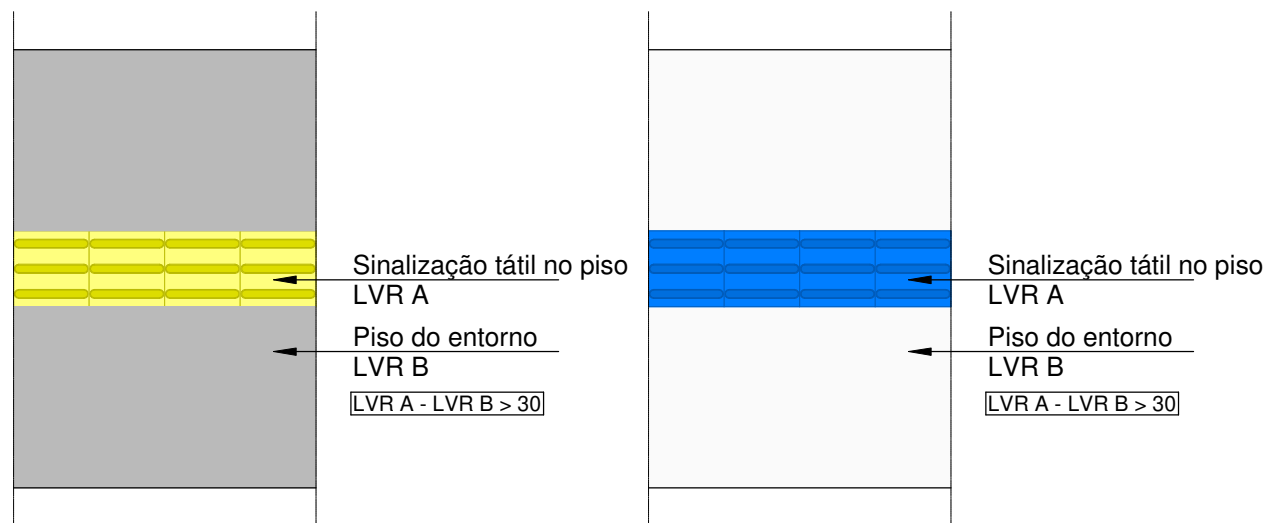

Figura 5 - Contraste de luminância
A sinalização tátil de alerta e direcional no piso deve ser detectável pelo contraste de luminância (LRV) entre a sinalização tátil e o piso adjacente, na condição seca e molhada. A diferença do valor de luminância entre a sinalização tátil e a superfície adjacente deve ser de no mínimo 30 pontos da escala relativa, conforme a Figura 5. Deve ser evitado o uso simultâneo das cores verde e vermelho. NBR 16537/2016 - item 5.6.1